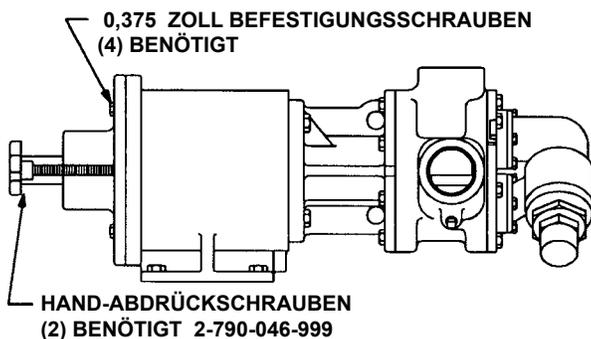

ABBILDUNG 7
1. Wenn die Einheit mit einer Abstandskupplung ausgestattet ist, kann die Halterung der Kupplung mit dem Sockel verschraubt bleiben. Ohne Abstandskupplung muß entweder der Reduziergetriebe entfernt oder die Kupplung losgeschraubt werden. Lösen Sie die Leitungen von der Pumpe und sorgen Sie für mindestens 4 Zoll Freiraum am Ende der Kupplungswelle. Setzen Sie (2) 0,5 Zoll U.N.C. Handräder mit mindestens 4,5 Zoll des Gewindes in die zwei Gewindebohrungen in den Positionen 9 und 3 Uhr auf der Rückseite des Lagergehäuses. Entfernen Sie die (4) 0,375 Zoll Befestigungsschrauben Siehe **Abbildung 7**.